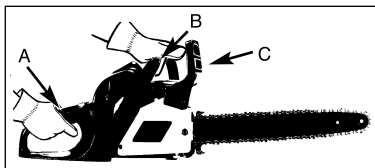

Рис. 10
- Нажмите на выключатель на 1/3 хода, затем сразу же активируйте рычаг ТОРМОЗА ЦЕПИ (С) (Рис. 10).